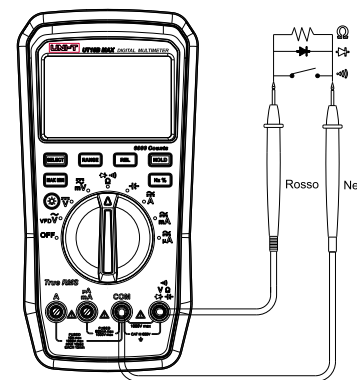

Figura 5
3. Misura della resistenza/continuità (Figura 5)
4. Misura del diodo (Figura 5)